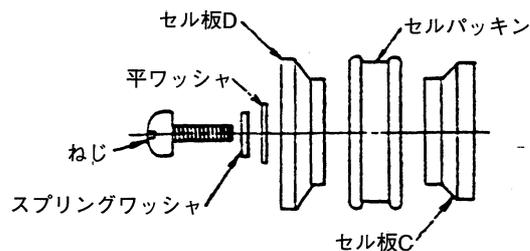

図4-34
- ⑦セル板C, セルパッキン, セル板Dを図4-34のようにセットし、ねじを2～3山締めて下さい。